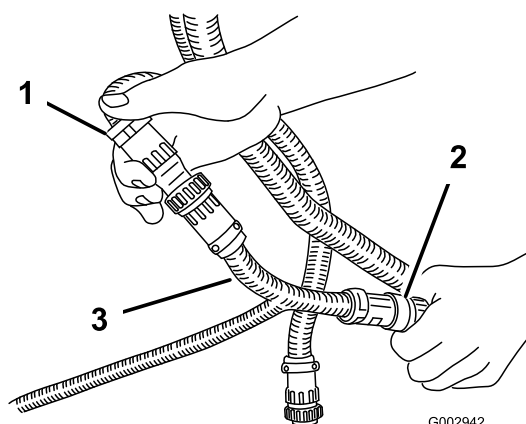
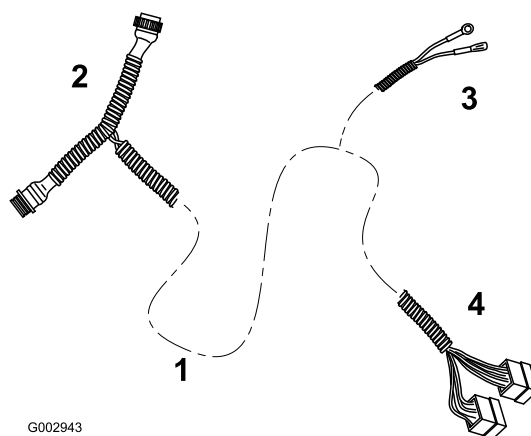
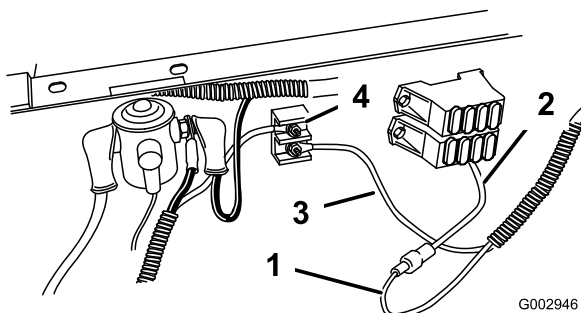

Figura 48
Figura 49
Figura 52
6. Scollegate i connettori sotto la plancia, tra la scatola di comando manuale ed il cablaggio preassemblato dello sprayer (Figura 48).
7. Collegate l'estremità a T del nuovo cablaggio posteriore della scatola di comando tra il cablaggio preassemblato della scatola di comando manuale ed il cablaggio dello sprayer (Figura 48 e Figura 49).
11. Collegate il cavo centrale con i connettori piatti al cavo aperto sul portafusibili, sotto il sedile del conducente (Figura 49 e Figura 52).
13. Collegate il cavo centrale con il connettore ad anello ad un prigioniero di messa a terra, sulla morsettiera di messa a terra (Figura 52).